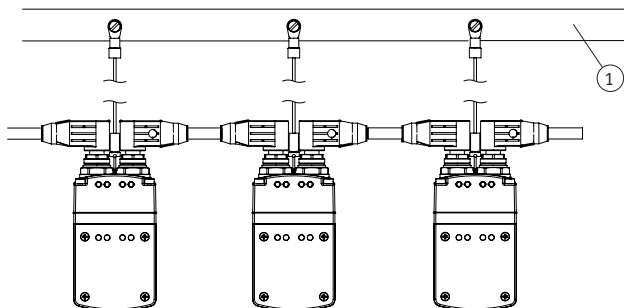

Abb. 11: PE-Schiene
Zum Schutz vor Störungen müssen die Schirme der Signalleitungen und Netzleitung beidseitig angeschlossen werden. Potentialunterschiede führen zu unzulässigen Strömen auf dem Schirm. Den PE Anschluss ④ zwischen den Anschlusssteckern auf das Schutzleiterpotential legen (Abb. 7). Verwenden Sie dazu 6,3 mm Flachstecker mit kurzer Litze 2,5... 4 mm² (nicht im Lieferumfang). Bei mehreren Stellantrieben wird empfohlen die Erdung auf eine PE-Schiene ① anzuschließen (Abb. 11).